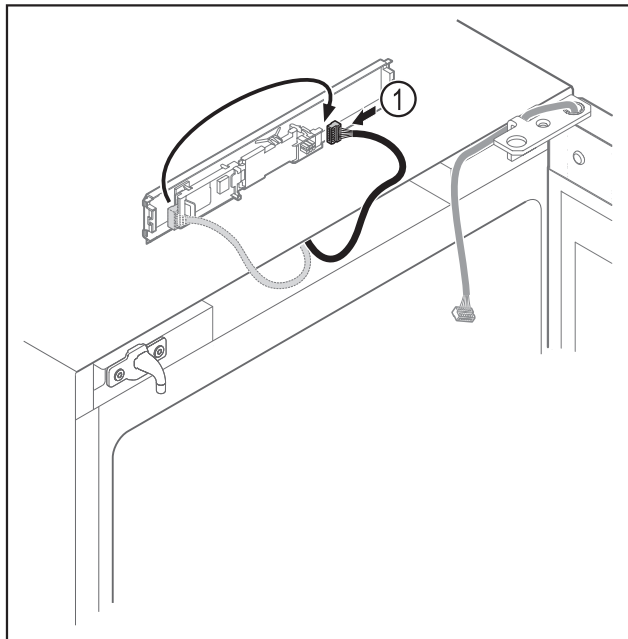

Fig. 18
- ▶ Přepojte zástrčku Fig. 18 (1) na desce.